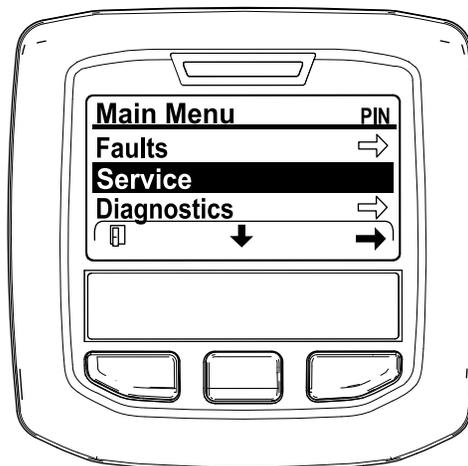

Рисунок 49
2. Перейдите в MAIN MENU (ГЛАВНОЕ МЕНЮ), нажмите среднюю кнопку, чтобы перейти вниз к SERVICE MENU (МЕНЮ ТЕХОБСЛУЖИВАНИЯ), и нажмите правую кнопку, чтобы выбрать опцию SERVICE (ТЕХОБСЛУЖИВАНИЕ) (Рисунок 49).